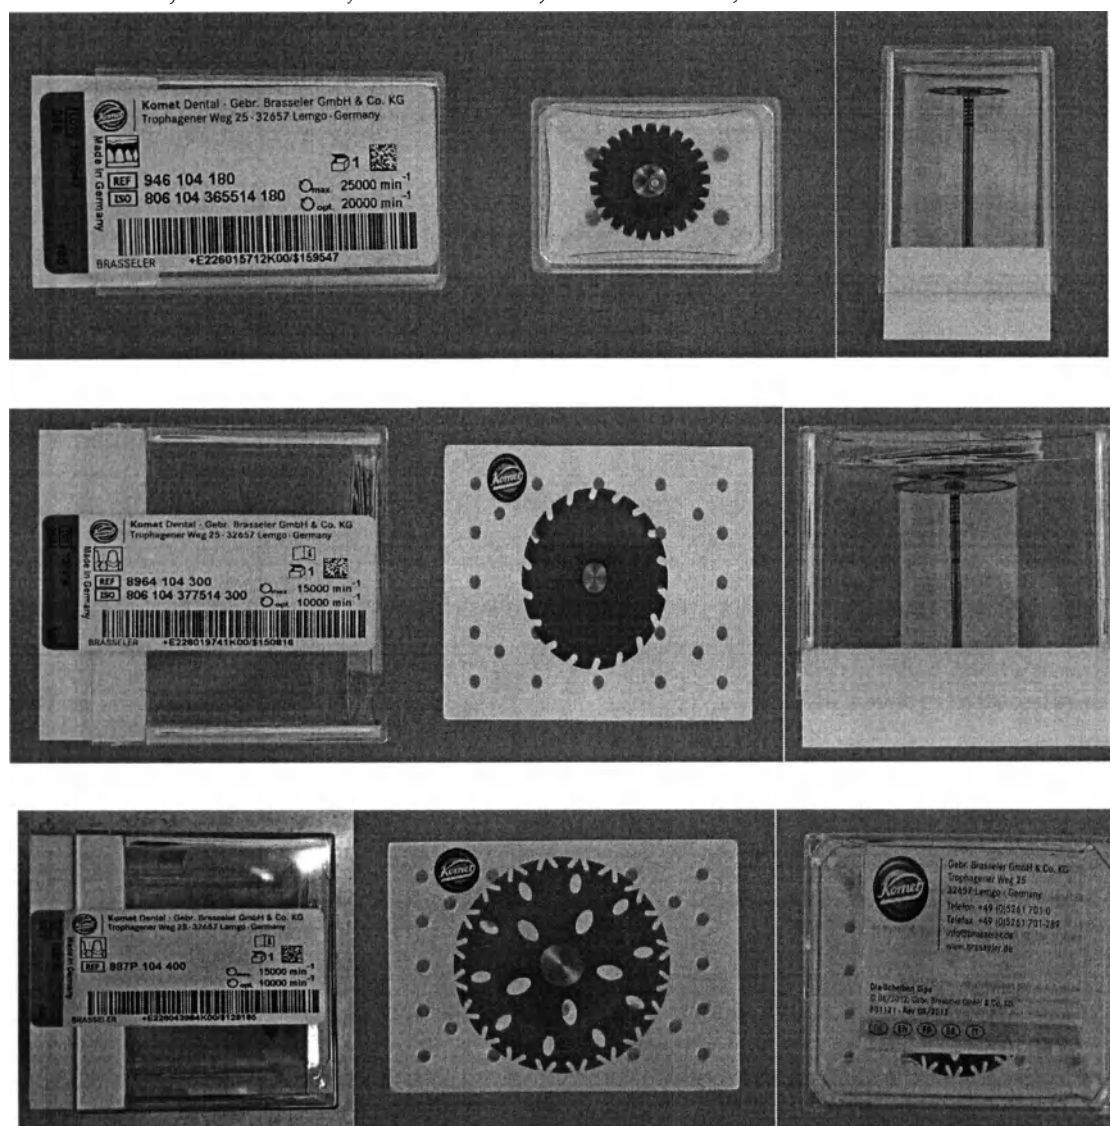

Рис.3
- Зубчатый, алмазное покрытие с обеих сторон (Рис.3)